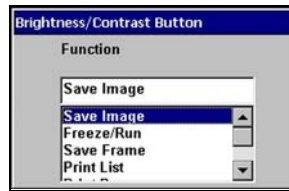

Abbildung 5-24 Dialogfeld Helligkeit/Kontrast (Beispiel)
1. Wählen Sie **Dienstprogramme > Werkzeug-Setup > Schaltfläche Helligkeit/Kontrast**. Das Dialogfeld Helligkeit/Kontrast erscheint (Abbildung 5-24).
1. Wählen Sie **Dienstprogramme > Easy Scroll** (Abbildung 5-24).